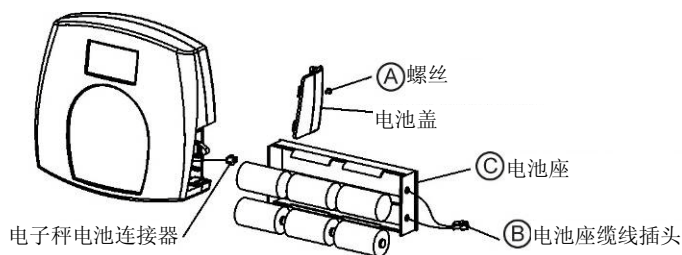

图 3 - 电池
2. 将电池安装到电池座内（请参见下面图 3 中的“电池”信息）。
2. 从显示屏组件上取下电池盖，请参见上面的图 3 (A)。
3. 将电池座缆线插头从电子秤电池连接器 (B) 上断开。
4. 小心地将电池座 (C) 从显示屏组件上滑出。
6. 将电池座 (C) 小心地滑入显示屏组件。
7. 将电池座缆线插头插入电子秤电池连接器 (B)。
8. 将电池盖固定到显示屏组件上，并安装螺丝 (A)。